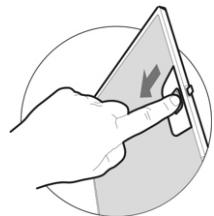

рис. 3
5.3 Для очистки алюминиевого фильтра извлеките его из вытяжки (рис. 3) и произведите его очистку с помощью щетки горячим водным раствором моющего средства вручную или в посудомоечной машине при (60°C). Страйтесь не сгибать фильтры при мойке. Возможное изменение цвета фильтра, с течением времени, не приводит к снижению эффективности его действия.